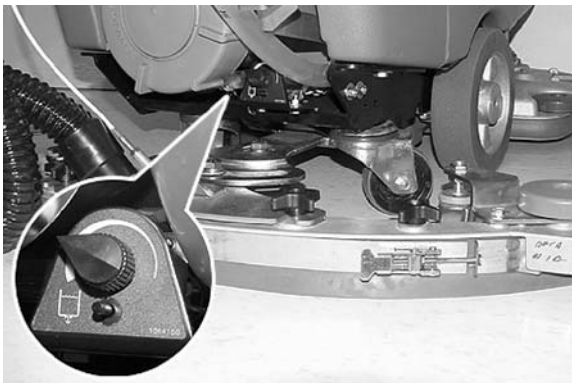

FIG. 22
7. Pour le brossage conventionnel, tournez le bouton de commande du débit de solution pour obtenir le débit de solution souhaité (Figure 22).